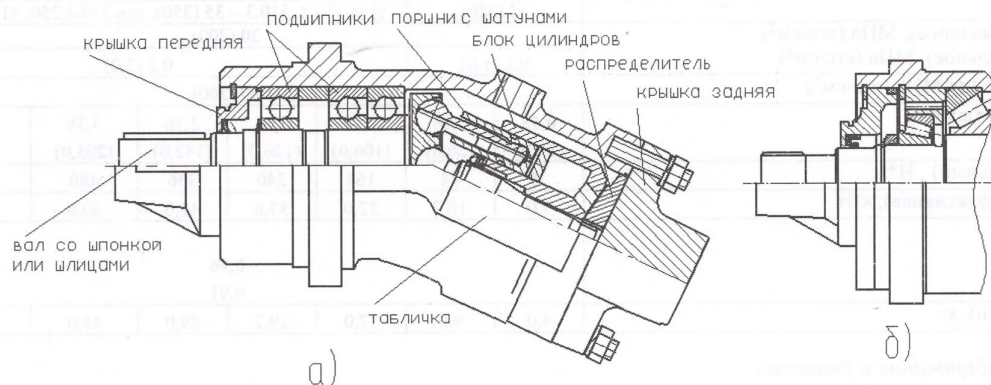

Рисунок 1 – Гидромашины нерегулируемые
1.3.1 Гидромашина состоит из качающего узла, установленного в корпусе и задней крышки. Качающий узел состоит из распределителя и гидравлического узла, в состав которого входят: вал, подшипниковый узел и блок цилиндров. Блок цилиндров по сферической поверхности контактирует с распределителем. (см. рисунок 1). Вариант исполнения задней крышки в зависимости от расположения отверстий определяет направление подсоединения трубопроводов.